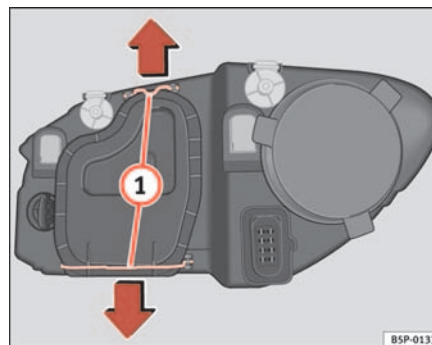

Fig. 182 Anabbaglianti
- Far scorrere i tiranti ⇒ pag. 261, fig. 182 ① nel senso della freccia e sfilare la chiusura.